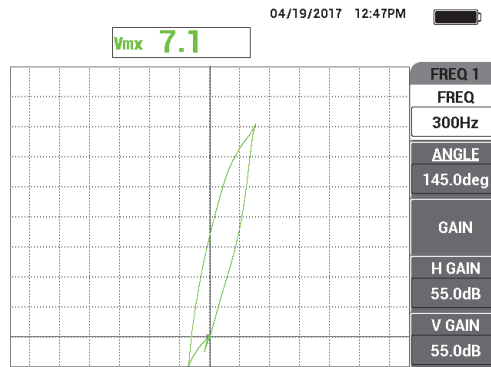

図 5-233 60% ウォールロスグループのスキャン信号
2. 60% ウォールロスきずのみをゆっくりスキャンし、必要に応じて、消去フットスイッチを押して画面をクリアします。きずの信号が NORTEC 600 の画面に表示されたら、フリーズキー (❄) を押します (296 ページの図 5-233 参照)。